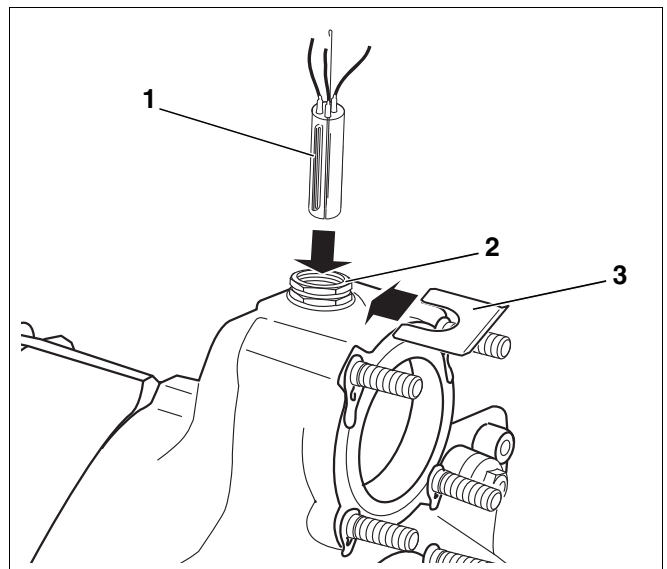

Fig. 45 Montaggio – Fascio sonda
Inserire il fascio sonda collegato all'apparecchio di regolazione (tre sonde, un pezzo di riempimento fig. 45, [1]) nel pozzetto ad immersione R³/₄".
- Condurre la sonda dei tubi capillari al punto di misurazione della caldaia ed inserire le sonde nel pozzetto ad immersione (fig. 45, [2]) bloccandole con l'arresto di sicurezza (fig. 45, [3]).